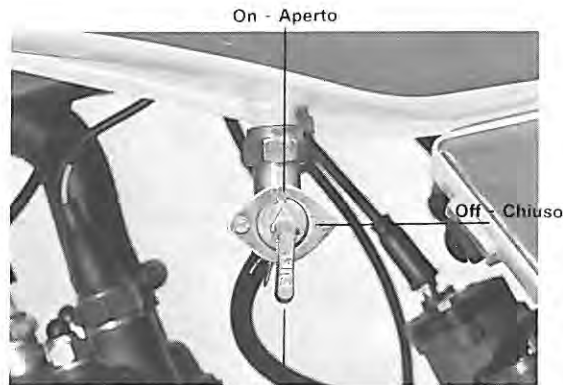

Fig. 8
- Aprire il rubinetto serbatoio (Fig. 8).